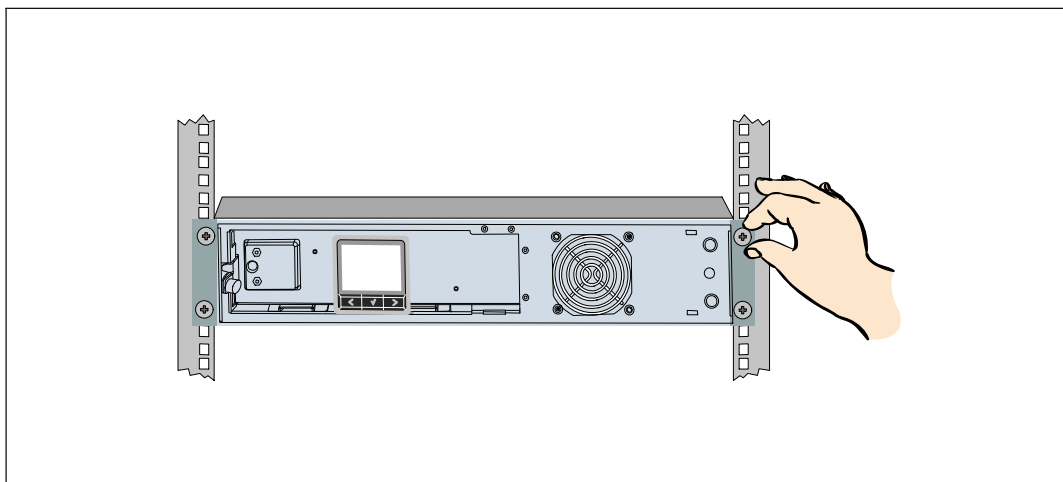

Figure 16. Fixation du module
- Fixez l'avant du module à la baie en utilisant les quatre vis à oreilles sur les supports de montage (voir Figure 16). Serrez à la main ; n'utilisez pas d'outils mécaniques. Répétez la procédure pour des modules supplémentaires.